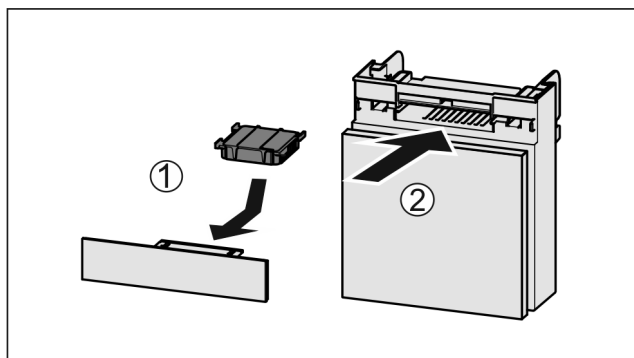

Fig. 219
- ▶ Установите фильтр с активированным углем, как показано на рисунке Fig. 219 (1).
- ▶ Вставьте отделение Fig. 219 (2).